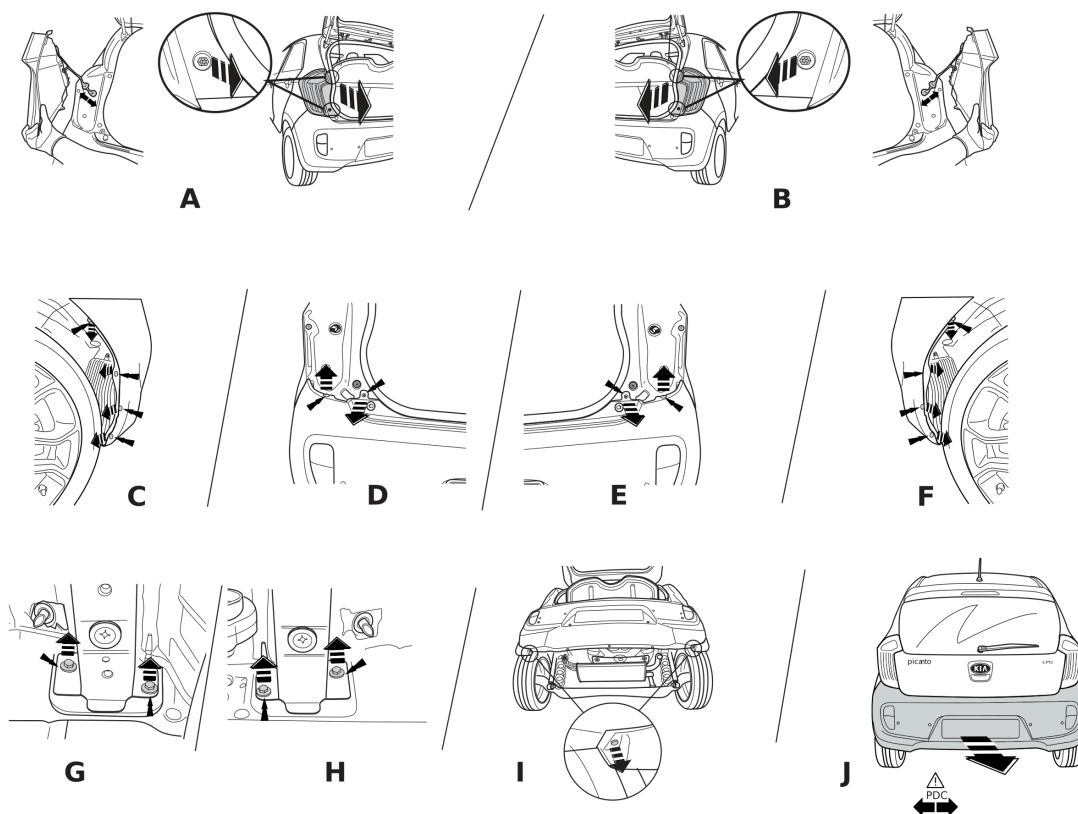

Fig. 1
- Die Stoßstange einschließlich des Stoßbalkens vom Fahrzeug abmontieren. Siehe Abbildung 1.
1. Demonter kofangeren, inklusive køretøjets stødbjælke. Se fig. 1.